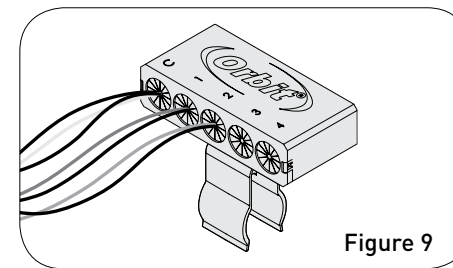

Figure 9
- Insérez chaque connecteur de fils dans le logement correspondant situé dans l'Organiseur « Easy Wire » (figure 9).